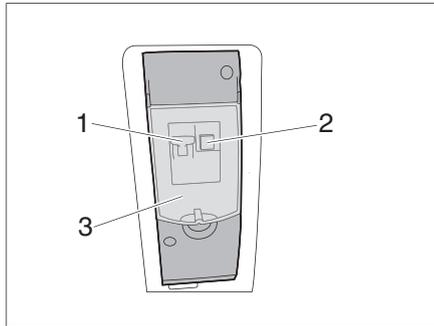

Bild 64 FI-/LS-Schalter
► Abdeckklappe (Bild 64,3) öffnen.
Der 230-V-Anschluss ist durch einen FI-/LS-Schalter (Bild 64,1) abgesichert.
Der FI Schalter (Bild 64,2) für 230 V sollte einmal jährlich ausgelöst werden, damit der Mechanismus nicht „verklebt“ und sich die Auslösezeit nicht verlängert.